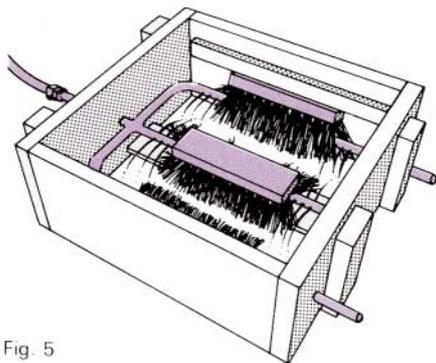

Fig. 5
- quatre balais-brosses fixés à l'intérieur d'un coffrage en bois reposant sur le sol. L'appareil comporte un repose-pied central. Il doit être alimenté en eau courante. Un système de tuyaux perforés passant entre les poils des brosses assure l'arrosage des bottes et facilite leur nettoyage (Fig. 5).